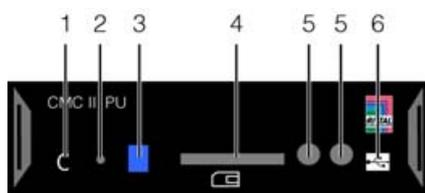

Imagen 57: Unidad de regulación Liquid Cooling Package (CMC III PU) – parte frontal
Para conectar el aparato en servicio normal (servicio de regulación), pulse brevemente la tecla «C» (imagen 57, pos. 1).